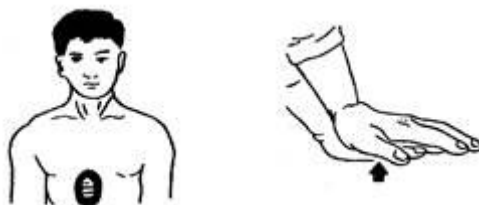

图 2-8 正确压点、叠手方式
2) 救护者跪在触电者一侧或骑跪在其腰部的两侧，两手相叠，下面手掌的根部放在心窝上方、胸骨下三分之一至二分之一处（见图 2-8）。